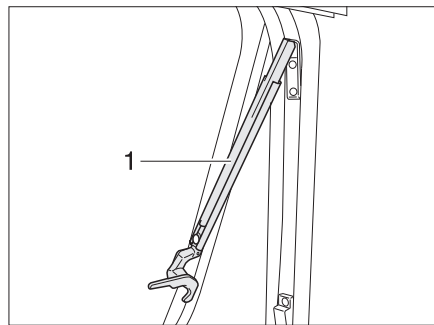

Bild 79 Ausstellfenster mit Automatik-Ausstellern, geöffnet
- Ausstellfenster bis zur gewünschten Raststellung öffnen. Der Automatik-Aussteller (Bild 79,1) rastet selbstständig ein.